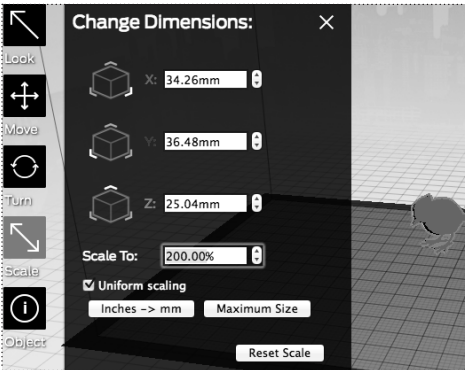

Рис. 10.11
8. Нажмите дважды кнопку Scale (Масштаб). В меню Change Dimensions (Сменить размеры) задайте следующие параметры [Рис. 10.11]: